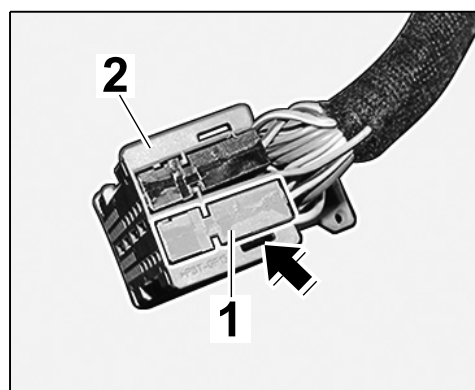

Рис. 20
- 3.5.2 Осторожно нажать на фиксатор и выдвинуть серый корпус гнездовых контактов из держателя разъема (⇒ Рис. 20).